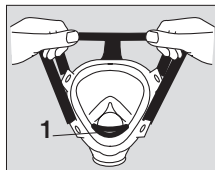

Fig. 3
- Écartez l'araignée, placez le menton dans le masque (Fig. 3), centrez l'araignée sur la tête en vous assurant qu'elle est à plat et qu'elle n'est pas vrillée.